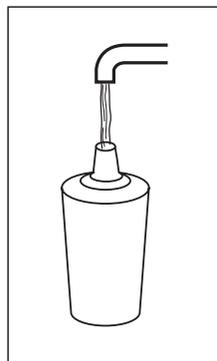

Fig. 20
- Riempire il filtro di acqua (Fig.20)